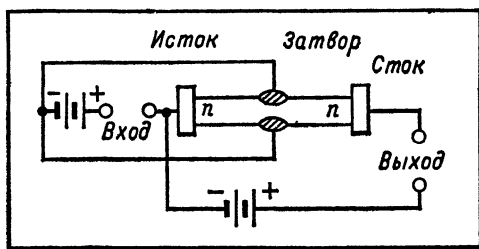

Рис. 42. Устройство полевого транзистора и схема его включения.
**Н.** — Наш полевой транзистор настолько похож на вакуумный триод, что у меня возникает желание назвать катодом ту сторону, через которую ток входит, анодом — сторону, через которую он выходит, а сеткой — расположенное посередине кольцо, на которое подается усиливаемое напряжение (рис. 42).